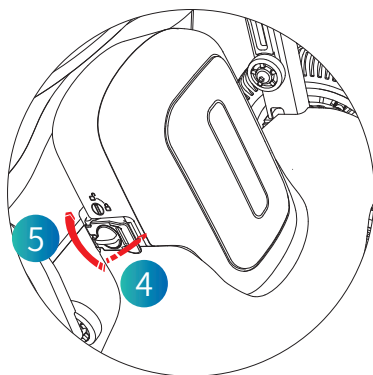

Figura 4.6.2.3
(3) Step 3, chiudere manualmente la clip a sinistra della batteria e ruotare la manopola a sinistra dell'alloggiamento batteria in posizione di blocco (Come mostrato nella Figura 4.6.2.3).